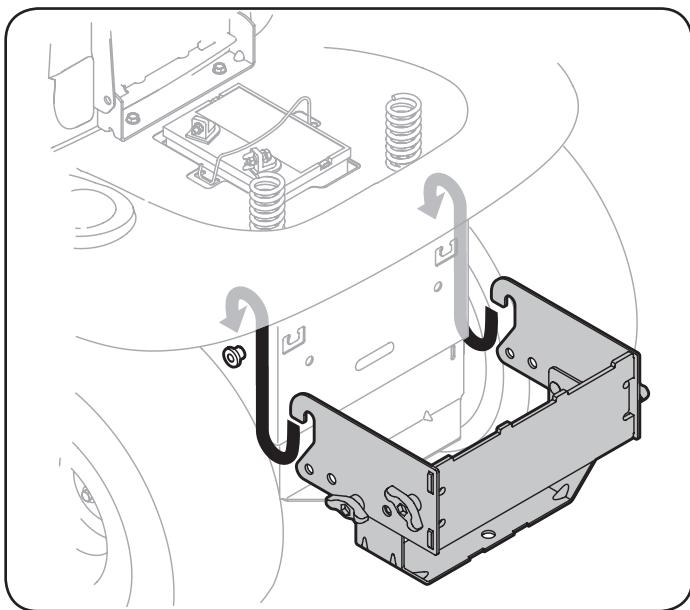

Figure 8
1. Placez les extrémités recourbées de la plaque de fixation sur les boulons à épaulement du tracteur, à l'arrière du châssis du tracteur, comme le montre la Figure 8, et alignez l'orifice central du crochet de support de l'attelage avec l'orifice de l'attelage du tracteur.